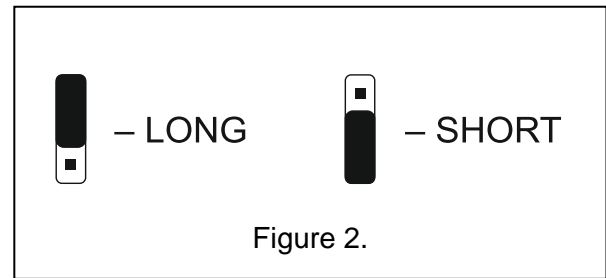

Figure 2.
- ① câbles des contacts d'autoprotection ;
- ② bornes :
- ③ broches pour la configuration de la puissance des faisceaux. Selon la distance entre l'émetteur et le récepteur, régler la puissance convenable des faisceaux infrarouges en plaçant un cavalier sur les broches sur la carte électronique de l'émetteur (voir : Figure 2) : Short – jusqu'à 10 mètres, Long – jusqu'à 20 mètres.
- ④ voyants LED émettant le rayonnement infrarouge.